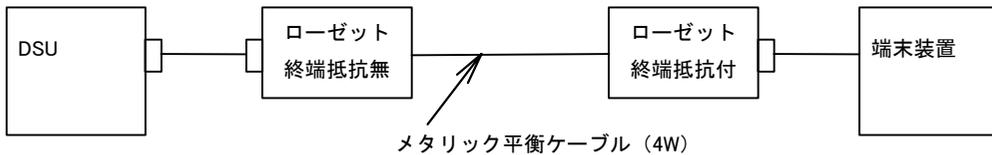

図 3.2-12 終端抵抗なしの端末機器を 1 台接続の場合
- (注5) DSU の形式によっては図 3.2-12 のような接続をする必要がありますので、ご注意ください。